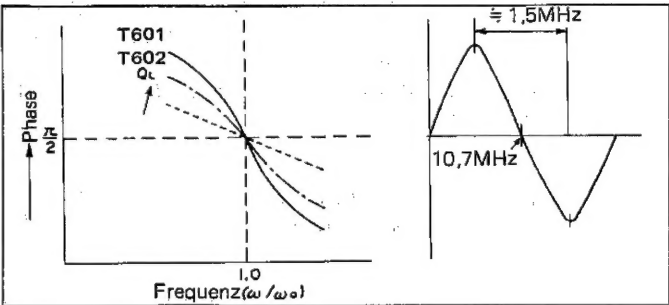
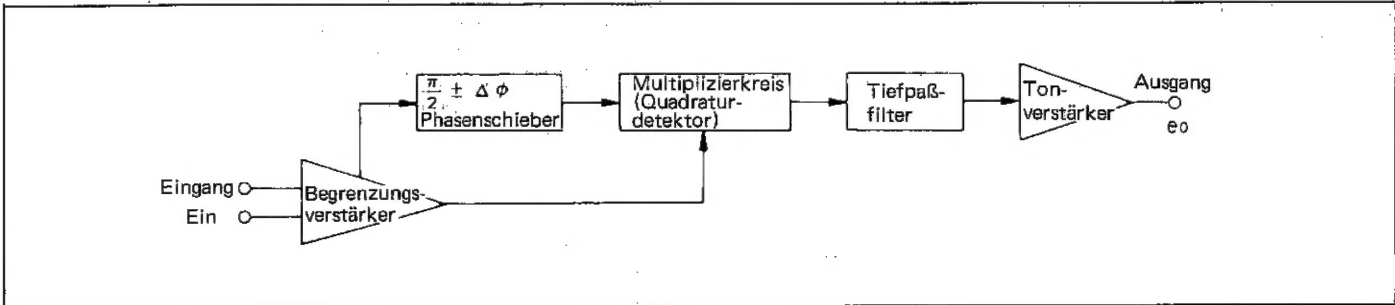

Abbildung 7-2
Abbildung 7-3
Dank der neuentwickelten integrierten Schaltkreise konnte dieses Gerät mit einem sogenannten "Quadraturdetektor" bestückt werden, der den herkömmlichen Verhältnisdetektor und Foster-Seeley-Detektor ersetzt und dessen Grundanordnung in Abbildung 7-3 gezeigt wird. Die hier verwendete Multiplizier-Quadraturdetektorschaltung dient zum gleichzeitigen Empfangen von zwei verschiedenen Eingangssignalen; eines dieser beiden Signale wurde gegenüber dem anderen einer Phasenverschiebung (um ungefähr  $\pi/2$ ) unterzogen, wobei ein demoduliertes Signal erzeugt wird. (Der Ausdruck "Quadratur" ist auf die Tatsache zurückzuführen, daß die beiden Signale um  $\pi/2$  phasenverschoben sind.) Beim Multiplizierkreis handelt es sich um eine in der Schaltungszeichnung gezeigte doppelsymmetrische Schaltung. Abbildung 7-2 zeigt die erforderlichen Merkmale des Phasenverschiebungskreises. Der Quadraturdetektorkreis weist die folgenden Merkmale auf: (1) Gute Linearität und geringe Verzerrung. (2) Funktioniert bei Kleinsignal und Oberschwingungen. (3) Breitbanddemodulation bis zu 1,5 MHz. Dieser Kreis gewährleistet eine geringere Verzerrung selbst bei einer Übermodulation von mehr als 100% und dadurch eine ausgezeichnete Klangwiedergabe. Tatsächlich besteht der Detektorkreis aus den Transformatoren T601 und T602 sowie aus der Demodulationsquadraturspule und der Phasenschieberspule; sein Ausgang wird über den Stift ⑥ des IC602 dem Stift ② des IC603 (PLL-Multiplexdemodulator) zugeleitet.